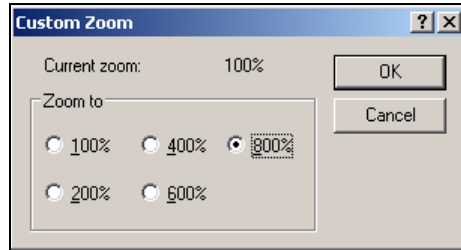

图 5-40: 自定义缩放
- 2 切换到 *View* (视图) > *Zoom* (缩放) > *Custom* (自定义)。出现 *Custom Zoom* (自定义缩放) (请参阅 第 5-47 页的图 5-40) 对话框。